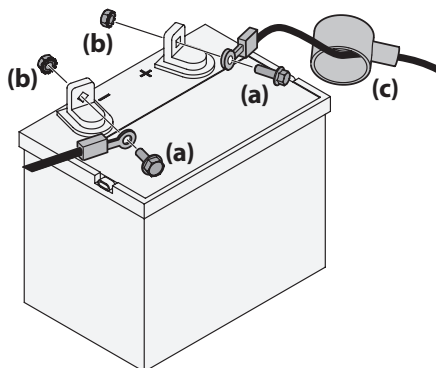

Figure 2-2
1. Retirez le protecteur en plastique, le cas échéant, de la borne positive de la batterie et fixez le câble rouge à la borne positive (+) avec un boulon (a) et un écrou (b). Voir Figure 2-2.
2. Retirez le protecteur en plastique, le cas échéant, de la borne négative de la batterie et fixez le câble noir à la borne négative (-) avec un boulon (a) et un écrou (b). Voir Figure 2-2.